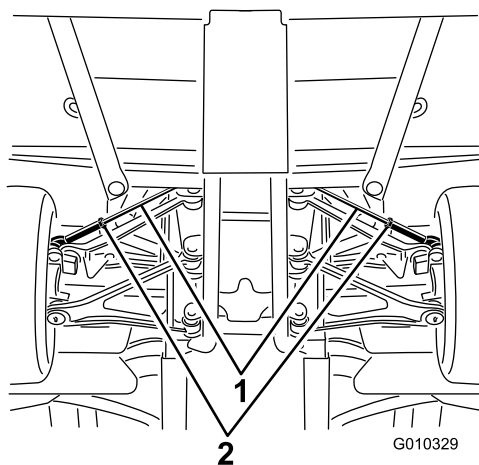

Figure 61
- A. Desserrez l'écrou de blocage au centre de la biellette (Figure 61)